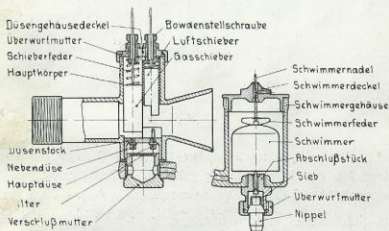

Abbildung 3.
**Der Vergaser** ist eine Spezialkonstruktion der Firma Binks (s. Abbildung 3). Er besitzt zwei getrennt arbeitende Düsen und wirkt halbautomatisch. Der Betriebsstoffverbrauch